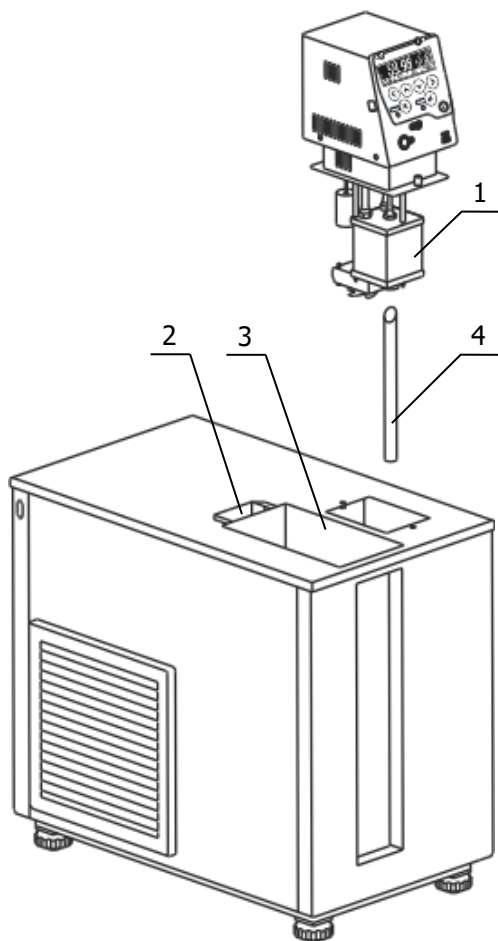
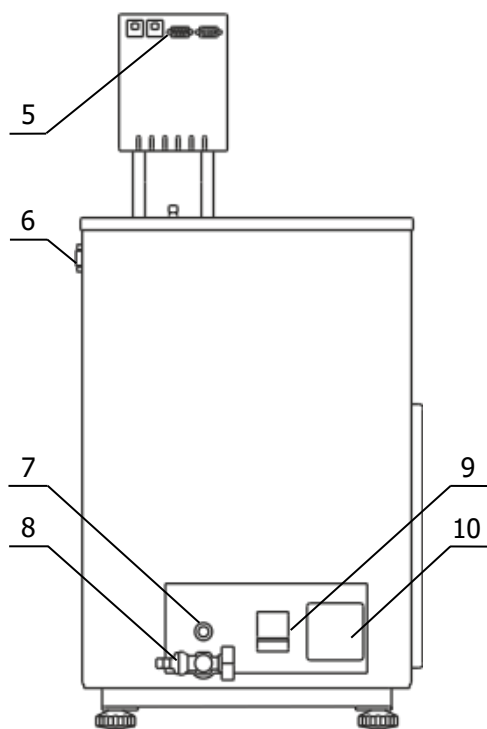

Рисунок 4 — Установка блока регулирования температуры
Рисунок 5 — Задняя панель термостата
2.2.3 Вставить выходную трубку 4 (рисунок 4) в переходное отверстие на дне основной ванны косым срезом вверх, как показано на рисунке 4.
2.2.5 К переливному штуцеру 7 (рисунок 5) присоединить гибкий шланг, второй конец которого опустить в емкость для сбора излишков теплоносителя объемом 1.5–2 литра.
2.2.6 Заполнить ванну термостата теплоносителем через отверстие над рабочей ванной 3 (рисунок 4) до момента начала слива теплоносителя из переливного штуцера 7 (рисунок 5). Температурный диапазон применения теплоносителя должен соответствовать значениям, указанным в 1.2.5.
2.2.8 Вставить вилку сетевого кабеля блока регулирования в розетку 10 (рисунок 5). Соединить кабелем из комплекта поставки блок регулирования (разъем 5) и холодильную машину (разъем 6). Сетевой кабель термостата подключить к питающей сети напряжением 220 В. Для этого в лабораторном помещении должна быть установлена электрическая розетка из комплекта поставки термостата.
2.2.10 Включить блок регулирования в соответствии с документом ТКЛШ 3.222.009-21 РЭ «Блок регулирования температуры погружной циркуляционный М03М серии МАСТЕР». При работе циркуляционного насоса уровень теплоносителя в рабочей ванне поднимается, и теплоноситель начинает равномерно переливаться в основную ванну. При этом уровень теплоносителя в основной ванне падает, что может привести к срабатыванию защиты от недостаточного уровня теплоносителя. Доливать теплоноситель следует до момента начала слива из переливного штуцера 7 (рисунок 5).
Причина отсутствия перелива — неправильная работа насоса, вызванная воздушной пробкой, образовавшейся в резервуаре 1 (рисунок 4). Для ее устранения необходимо:
2.2.11 Для обеспечения видимости шкалы погруженных в цилиндры ареометров вставить светильник из комплекта поставки в отверстие 2 (рисунок 4).
2.4.5 Надеть сливной шланг из комплекта поставки на сливной кран 8 (рисунок 5) и закрепить его хомутом. Свободный конец шланга опустить в емкость для сбора теплоносителя объемом, превышающим объем термостата.